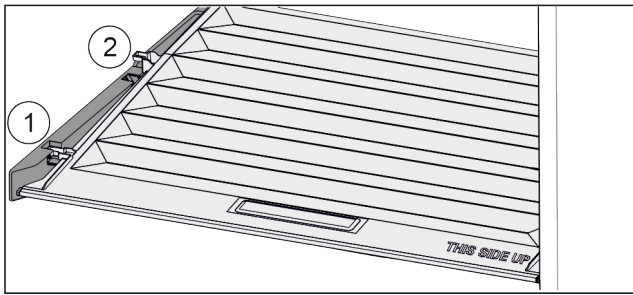

Fig. 101
- ▶ Tirer le couvercle vers l'avant jusqu'à dans l'orifice des pièces de retenue Fig. 101 (1).
- ▶ Le soulever par le bas à l'arrière et le sortir par le haut Fig. 101 (2).